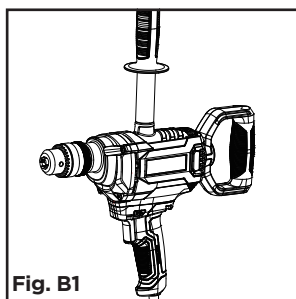

Fig. B1
**2. POIGNÉE AUXILIAIRE ET POIGNÉE ARRIÈRE (VOIR FIG. B1-C)**